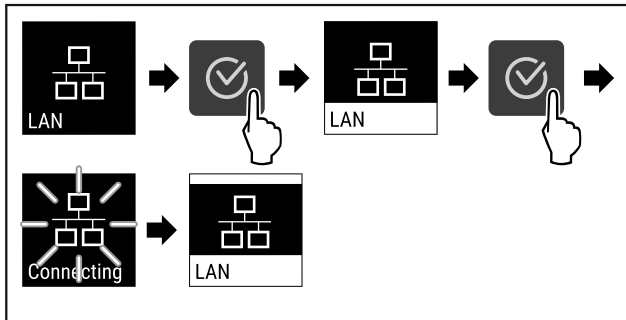

Fig. 81
- ▶ Efectuați pașii de acțiune (vezi Fig. 81).